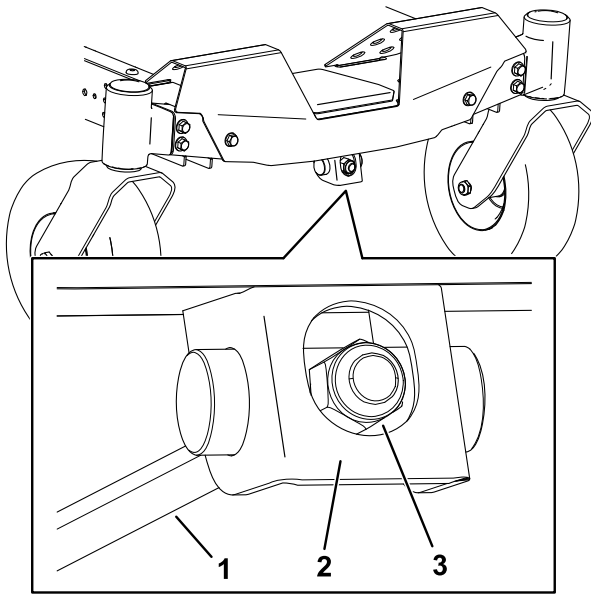

**Figuur 71**
7. Draai de maaihoogteplaat naar een andere opening zodat het gewicht van het maaidek ondersteunt nadat u de plaat hebt geïnstalleerd (Figuur 71).
8. Monteer de ring en de R-pen (Figuur 71).